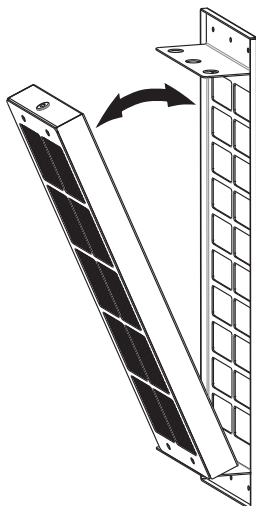

Abb. 17
- 3.** Entnehmen Sie den Aktivkohlefilter wie auf (Abb. 17) gezeigt aus dem Filterrahmen.